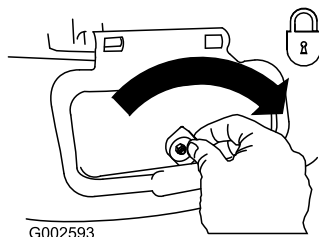

Figura 31
**Importante:** Bloquee la puerta de descarga lateral después de cerrarla (Figura 31).